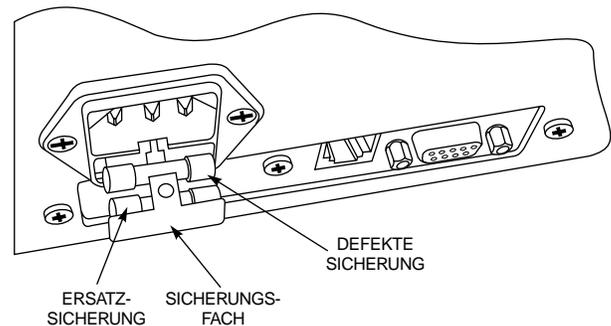

Abbildung 13. Austausch von Sicherungen
3. Das Sicherungsfach mit einem kleinen Schraubendreher herausziehen (siehe Abbildung 13).